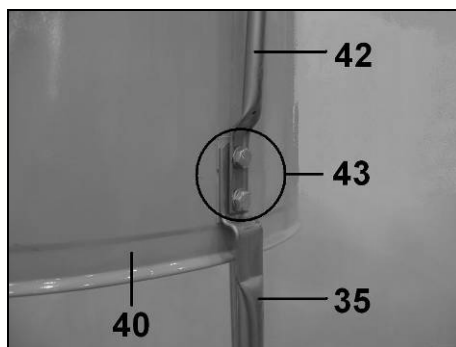
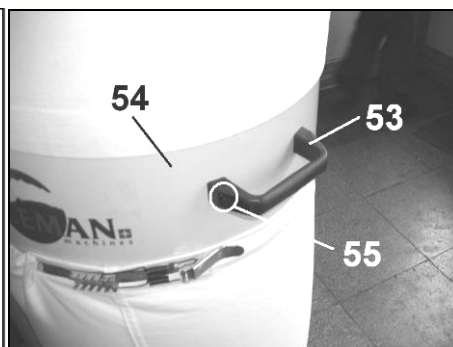

Fig 18
Fig 20
- Positionnez les pattes de fixation du support des sacs de filtration (42) sur les pattes de fixation des supports des collecteurs (35) (Fig 18).
- Vissez le tout directement dans les collecteurs (40) avec pour chacun 2 ensembles vis hexagonale/rondelle (43).
- Positionnez les poignées de déplacement (53) sur le côté des collecteurs (54), puis fixez-les avec pour chacune 2 vis à 6 pans creux (55) que vous visserez directement dans les collecteurs (Fig 20).